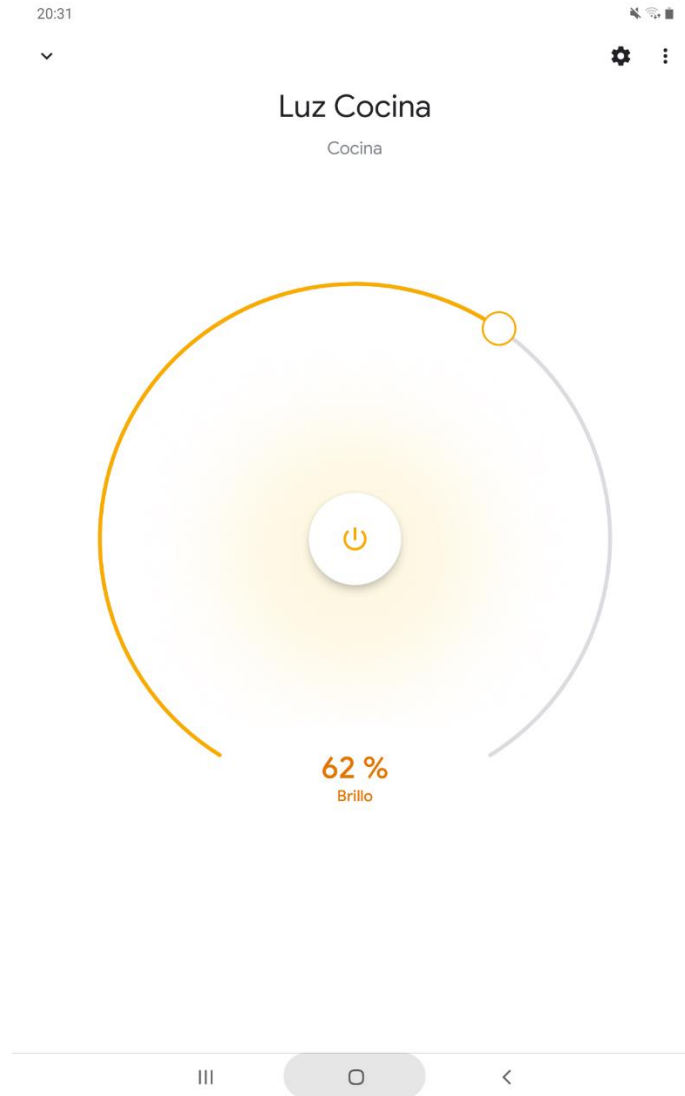

Figura 58. Interfaz Bombilla
- Los dispositivos Bombillas. En este dispositivo nos sale un deslizador donde podemos indicar el porcentaje de brillo, además tenemos un botón para apagarlo y encenderlo. El dispositivo está configurado para cuando se cambie el brillo se encienda. Donde se corta el círculo que forma el deslizador se muestra el porcentaje de brillo y cuando se encuentra en amarillo en vez de gris este encendido. La interfaz se puede ver en la Figura 58.